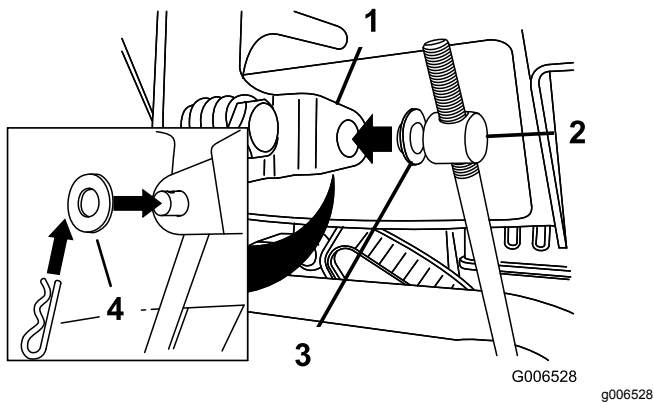

Bild 7
3. Legen Sie eine Flachscheibe auf den Drehzapfen (Bild 7).
6. Heben Sie die Geschwindigkeitsschaltstange an und setzen Sie den Drehzapfen in das Loch im Geschwindigkeitsschalthebel (Bild 7).
- B. Schließen Sie den Drehzapfen vom Geschwindigkeitsschalthebel ab (Bild 7).
- C. Drehen Sie den Drehzapfen auf der Geschwindigkeitsschaltstange nach unten (nach rechts) (Bild 7).
- D. Schließen Sie den Drehzapfen am Geschwindigkeitsschalthebel an (Bild 7).
- C. Drehen Sie den Drehzapfen an der Geschwindigkeitsschaltstange nach oben (nach links) (Bild 7).